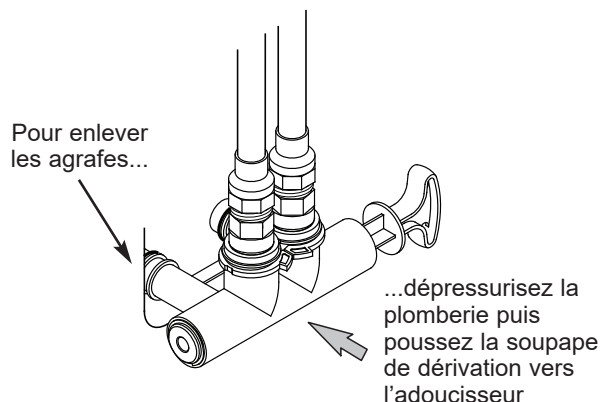

FIG. 15
7. Vérifiez qu'il n'y a pas de fuite autour des agrafes de l'entrée et de la sortie de l'adoucisseur. Si l'une d'elles fuit, dépressurisez la plomberie (fermez l'alimentation en eau et ouvrez les robinets) avant d'enlever l'agrafe. Lors de l'enlèvement des agrafes de l'entrée ou de la sortie de l'adoucisseur, poussez le corps de la soupape de dérivation simple vers l'adoucisseur (consultez la figure 15). Un démontage inadéquat risque d'abîmer les agrafes. Ne remplacez pas une agrafe endommagée.